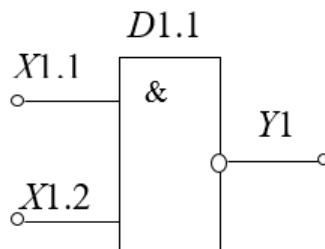

Рис. 1. Двухвходовой логический элемент 2И-НЕ
Лабораторная установка, изображенная на рис. 1, включает в себя макет с логическими схемами 2И-НЕ (микросхема 155ЛА3– четыре элемента 2И-НЕ), обозначенные на макете  $D1.1, D1.2, D1.3, D1.4$ , стенд ЛРС, на котором размещается оборудование: источник питания, вольтметр универсальный В7–26.
5. Проверить логическое состояние ячейки "2И–НЕ" (рис. 1), для этого подключить входы 1 ( $X1.1$ ) и 2 ( $X1.2$ ) схемы  $D1.1$  к двум клеммам "Логический нуль" и "Логическая единица" (на макете обозначенные "0" и "1" согласно табл. 1) и фиксировать логическое состояние выхода схемы ( $Y1$ ) при различных комбинациях входных сигналов. Логическое состояние определяется с помощью светодиодов, подключенных на выходе схемы. Горящий светодиод соответствует состоянию "логическая единица", погашенный – "логический нуль". Результаты эксперимента занести в табл. 1.